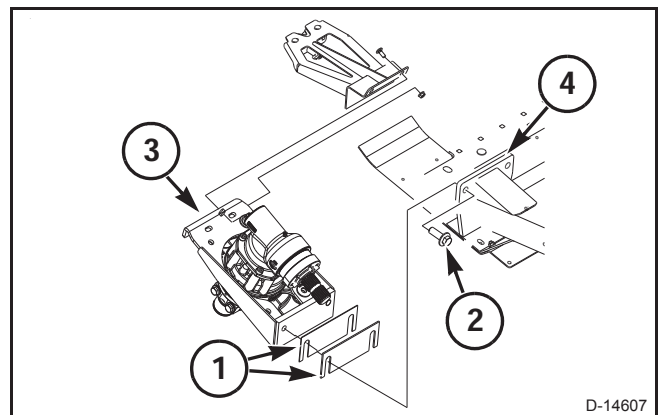

FIG. 58
FIG. 58: Para instalar los calces (1), suelte los cuatro tornillos de fijación (2) e instale los calces entre la transmisión (3) y los cojines de la transmisión (4), según sea necesario. Apriete los tornillos con un torque de 145 Nm (105 lbfqpies).